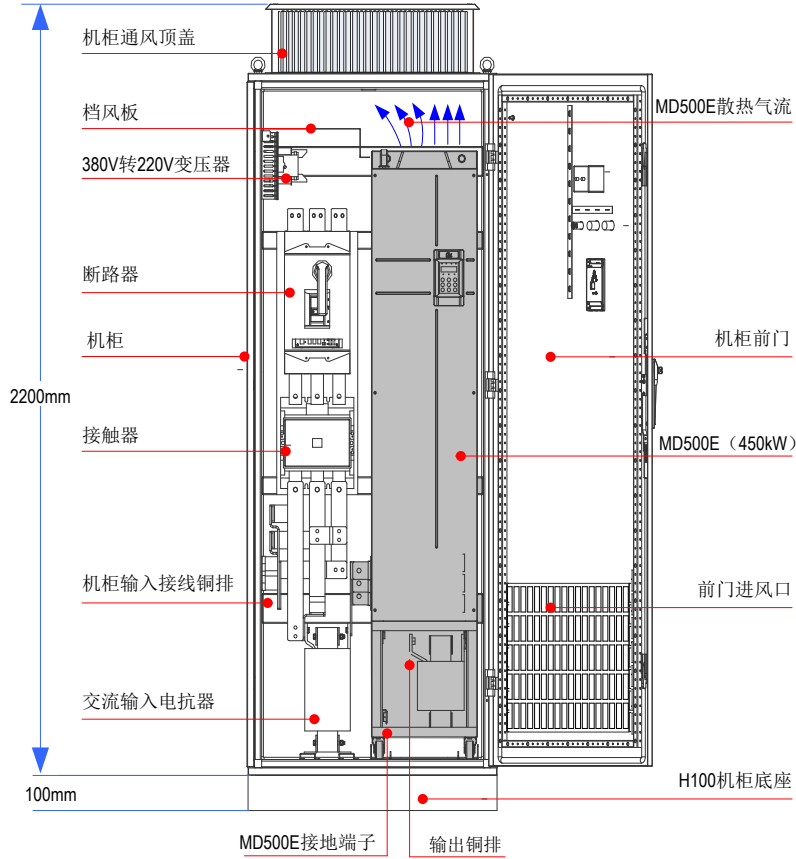

图 3-14 机柜布局推荐
- 在柜内安装时，请参照机柜布局示意图（如下图 3-14 所示），机柜框架为 2200*800*600（单位 mm，含 H200 机柜通风顶盖），为了确保机柜的安装，必须加上 H100 的机柜底座。要在柜内顶部安装挡风板，防止 MD500E 散热气流在柜内循环，在柜门下部必须开进风通风孔；